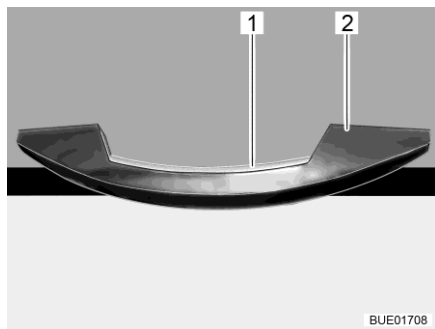
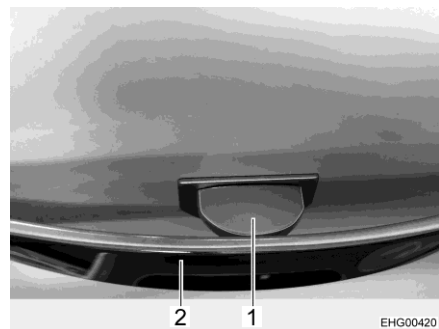

Fig. 69 Tirador con listón de desbloqueo (ejemplo)
Fig. 70 Tirador con pestaña de desbloqueo
- Pulsar y mantener pulsado el listón de desbloqueo (Fig. 69,1) o la pestaña de desbloqueo (Fig. 70,1).
- Tirar del tirador (Fig. 69,2 ó Fig. 70,2) hasta que la trampilla de mueble esté abierta.